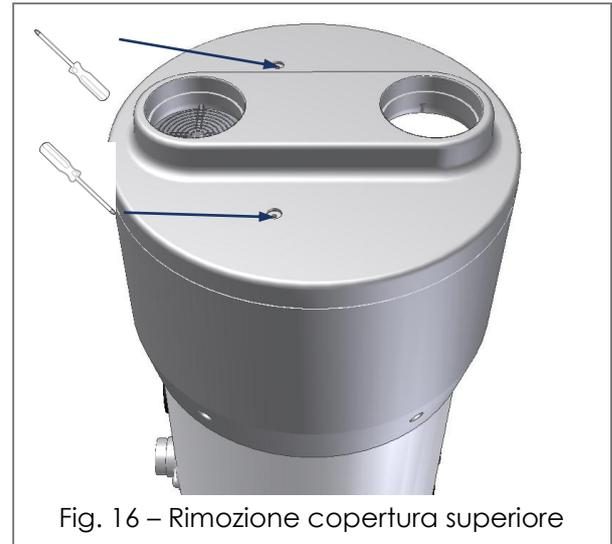

Fig. 16 – Rimozione copertura superiore
- rimuovere la copertura superiore svitando prima le apposite viti di bloccaggio (Fig. 16);